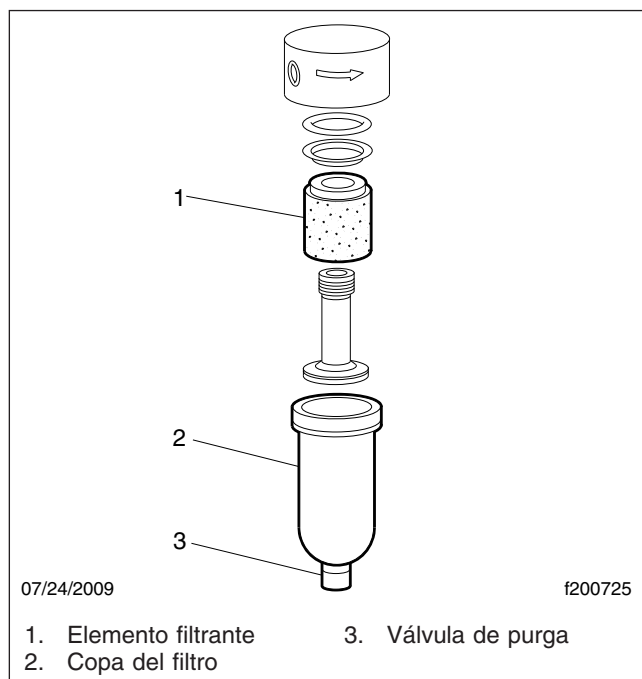

Figura 7, Filtro de aire de la válvula solenoide Horton DriveMaster
- 3.1 Desenrosque el ensamble del filtro de aire de la válvula solenoide del embrague de ventilador, y extraiga el elemento filtrante: vea la **Figura 7**.